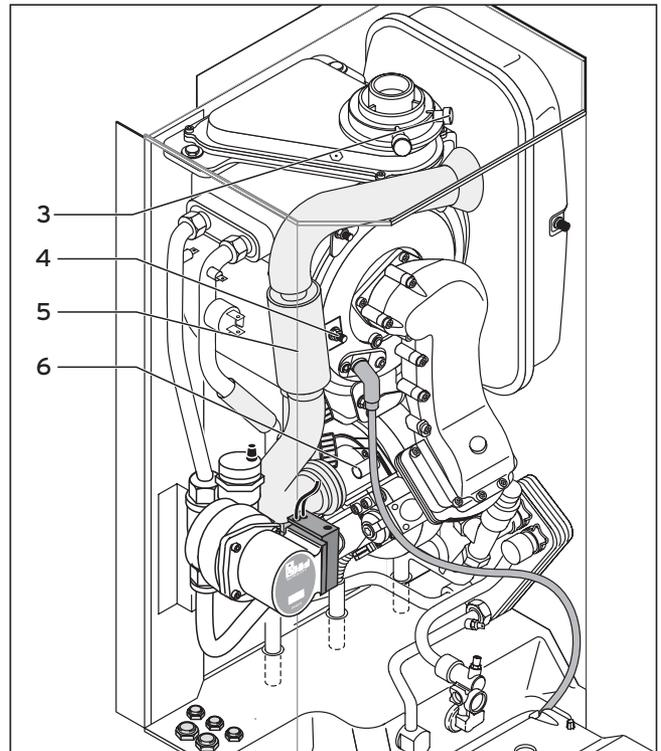

Abb. 5.4 CO₂-Messung durchführen, Luftzahl-einstellung vorbereiten
- Messen Sie den CO₂-Gehalt am Abgasprüfstutzen (3) (Abb. 5.4). Vergleichen Sie den Messwert mit dem entsprechenden Wert in Tab. 5.3.
- Ist eine Einstellung des Abgaswertes erforderlich, lösen Sie die Schraube (4) und klappen Sie das Luftansaugrohr (5) um 90° nach vorne (Abb. 5.4). Das Luftansaugrohr nicht abnehmen!